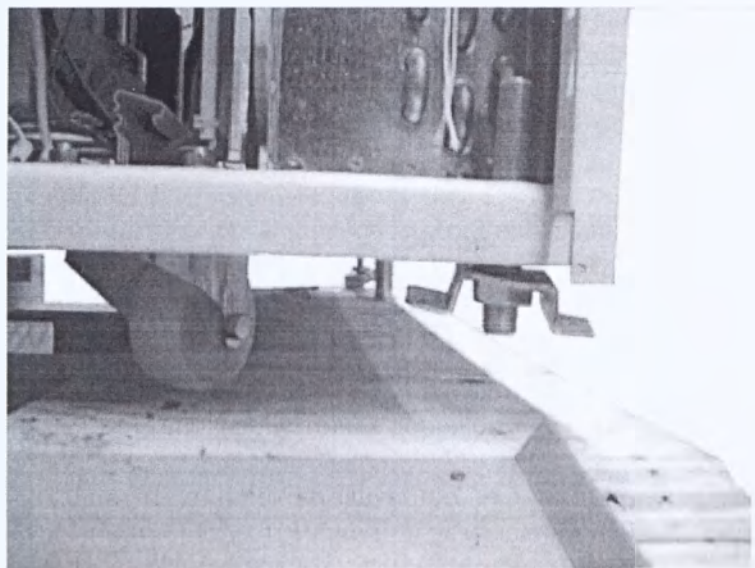

Рис. 2-3 Шпильки с защитными кронштейнами
4. Завинтите шпильки с защитными кронштейнами так, чтобы они были в самой верхней позиции и не застревали при скатывании центрифуги (рис. 2-3).